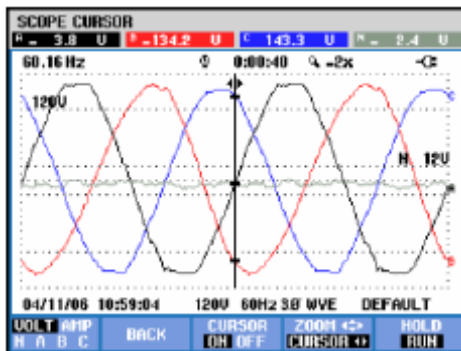

Figura 19-2. Ecran forme de undă, cursor activ
- Apăsați F3 pentru a activa cursorul. Folosiți săgețile stânga / dreapta pentru a muta cursorul pe orizontală de-a lungul formei de undă. Valorile formei de undă din poziția cursorului vor fi afișate în antetul ecranului așa cum este prezentat în figura 19-2.